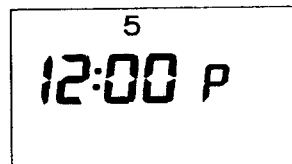
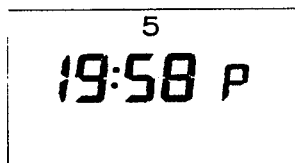

Fig. 3.3
Fig. 3.4
**Ugedags tasten 1...7** (5) trykkes ind, ind til den aktuelle ugedag står på displayet (3a) se fig. 3.3.: 5 (fredag)
**Med funktionstast -** (11) kan de stille uret tilbage.
**Med funktionstast +** (12) kan de stille uret frem, se fig. 3.4.